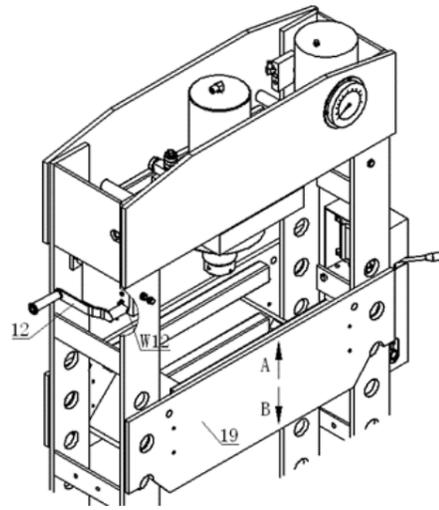

Рис. 9
Вставьте ручку (12) в шнековый вал (W12) (см. Рис. 9).
- При вращении ручки (12) по часовой стрелке рабочий стол поднимается (направление А)
- При вращении ручки (12) против часовой стрелки рабочий стол опускается (направление В)